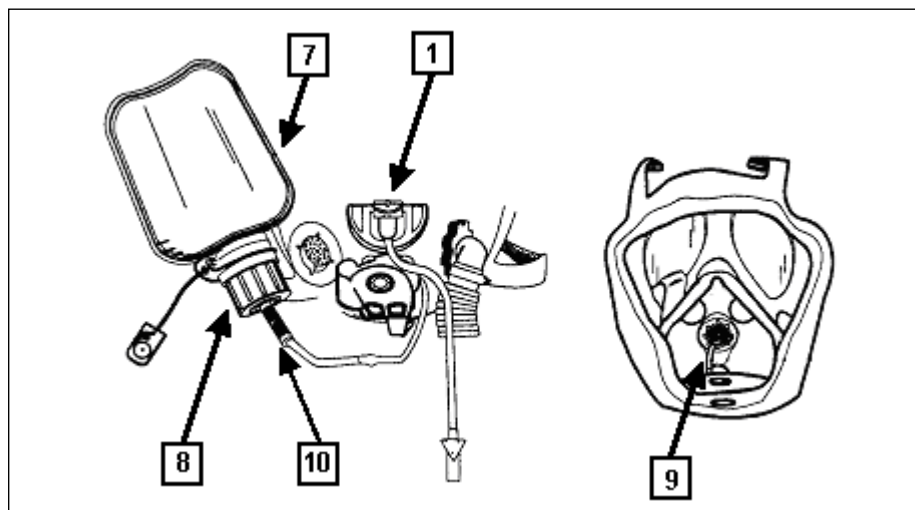

Fig 8-57. Uso do cantil em ambiente QBN
(2) Consumo de água - é possível o consumo de líquidos contidos em cantil que possua tampa apropriada. Os procedimentos são os seguintes: (Fig 8-57)
- (a) o cantil (7) deve ser mantido com a tampa (8) para baixo;
- (b) com o tubo interno da máscara (9) entre os lábios, manter o ar sob pressão no interior do tubo e verificar se existe uma resistência;
- (c) conectar a parte externa do tubo (10) ao orifício na tampa do cantil;